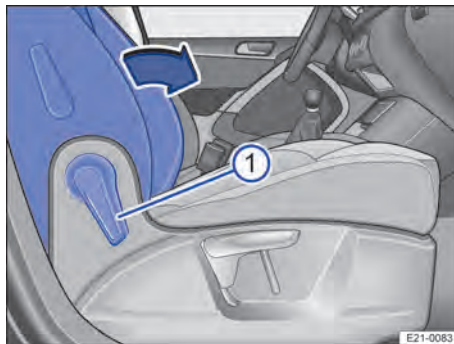

Abb. 68 Beifahrersitz: Sitzlehne vorklappen.
5. Hebel → Abb. 68  nach vorn ziehen, um die Beifahrersitzlehne zu entriegeln.
6. Beifahrersitzlehne in Pfeilrichtung → Abb. 68 nach vorn in die waagerechte Position klappen.